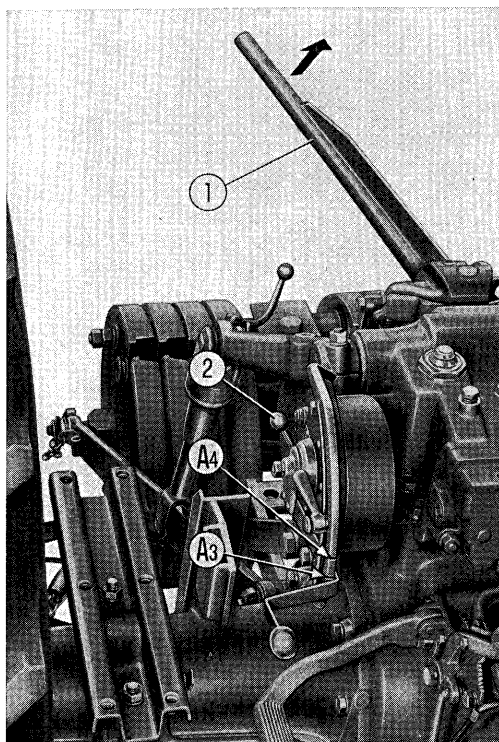

Fig. 41.
Før derefter manøvrehåndtaget helt i bund (A3) fig. 41. Ved hjælp af en stang (1) fig. 41, trykkes bladfjederen helt sammen, så topstangsvippen går mod liftblokken.
bærearmerne begynde at løfte sig, inden håndtaget kommer 5 mm op - målt på styrekvadrantens omkreds. (A4) fig. 41.